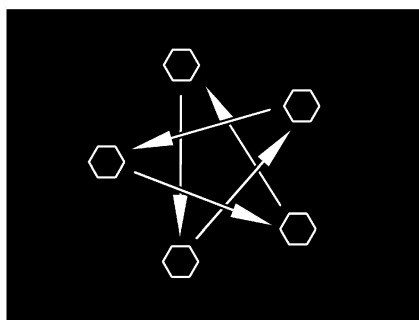

Fig. 267 Serrer en croix les écrous ou les boulons de roue
- Vérifier régulièrement le serrage des écrous ou des boulons de roues. Resserrer alternativement et en croix (Fig. 267) tous les écrous ou les boulons de roue 50 km après le changement d'une roue.
- ▷ Serrer en croix les écrous ou les boulons de roue (Fig. 267).